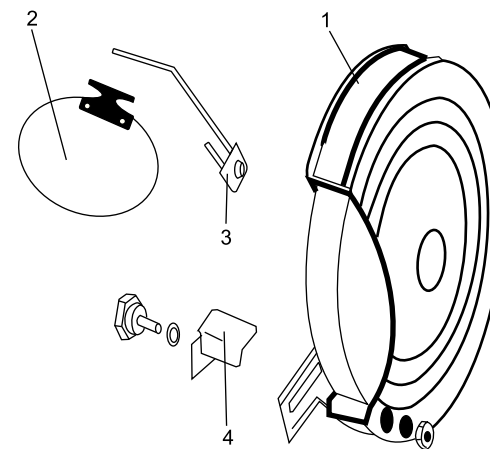

Рис. 2
6.3 Установите упоры и защитные экраны как показано на рис. 2.